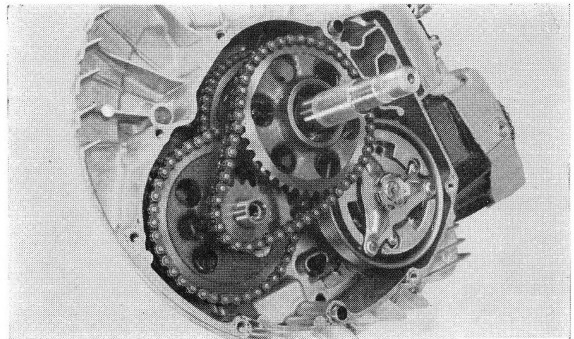

Figure 2-41 : Assemblage du train réducteur
3. Engager la chaîne sur le pignon entraîné terminal et l'agrafer (figure 2-41).